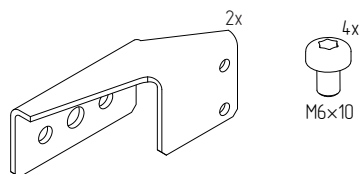

Рисунок 125
4.40.2 Проверить комплектность (рисунок 125).